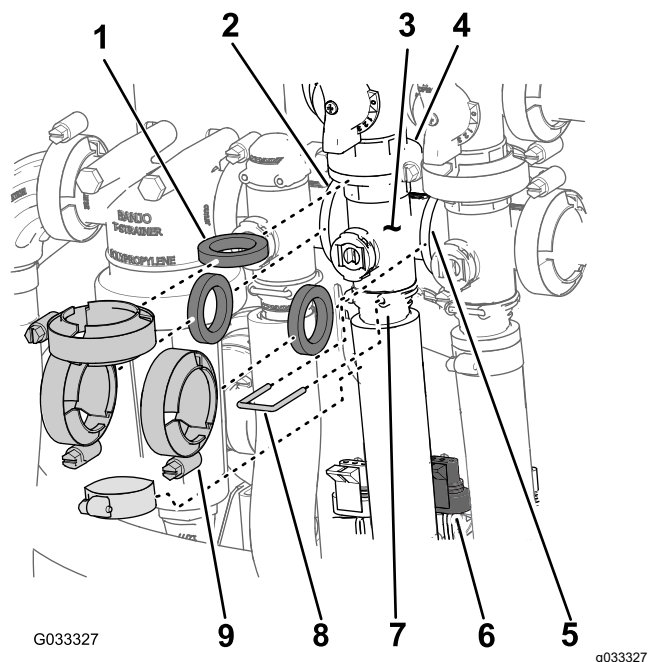

Figure 69
1. Déposez les colliers et les joints qui fixent le collecteur de la vanne d'agitation (Figure 69) à la vanne de dérivation d'agitation, au régulateur de débit, à la vanne principale et au raccord adaptateur (régulateur de pression d'agitation).
2. Retirez l'étrier qui fixe le raccord de sortie au collecteur de la vanne d'agitation (Figure 69).